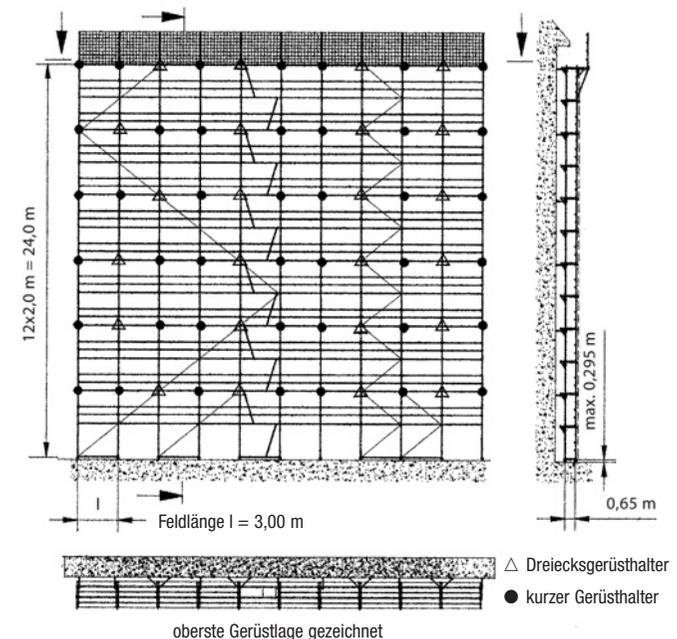

Bild 32
**Hinweis:** weiterer Aufbau wie in Bild 32 dargestellt und auf Seite 44 beschrieben